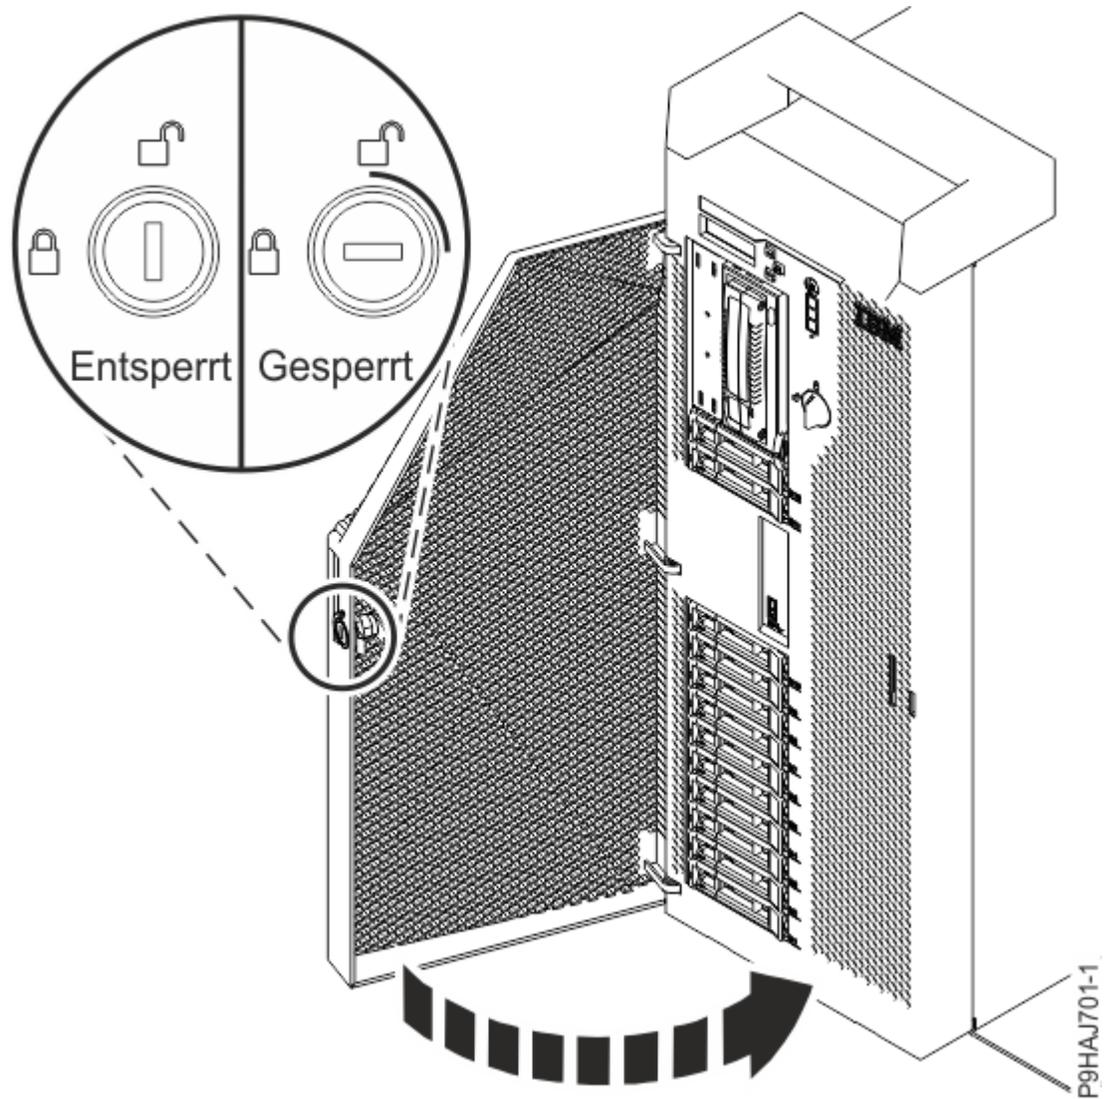

Abbildung 33. Vordere Klappe verriegeln
- e) Schließen Sie die vordere Klappe. Stecken Sie den Schlüssel der vorderen Klappe in das Schloss (siehe Abbildung 33 auf Seite 35). Drehen Sie den Schlüssel nach rechts (im Uhrzeigersinn), um die Klappe zu verriegeln. Horizontal bedeutet, dass die Klappe gesperrt ist; vertikal, dass sie entsperrt ist.